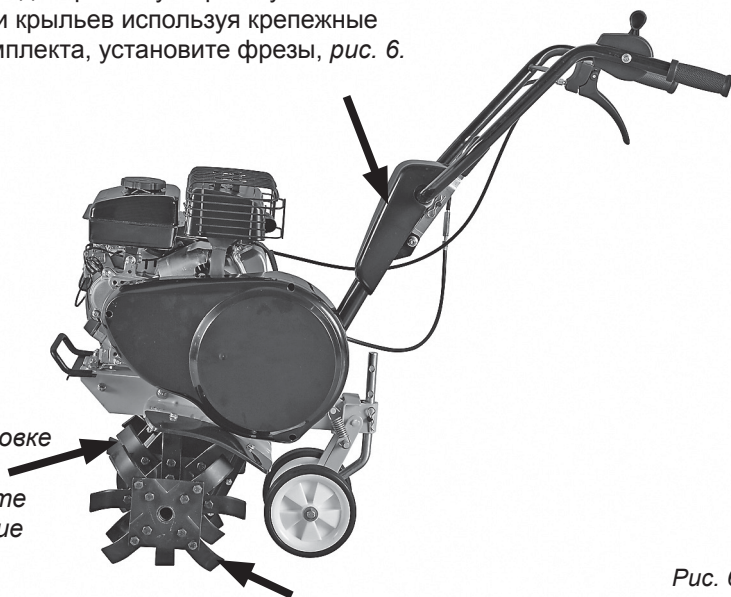

Рис. 6
4. Установите декоративную крышку и расширители крыльев используя крепежные винты из комплекта, установите фрезы, *рис. 6.*